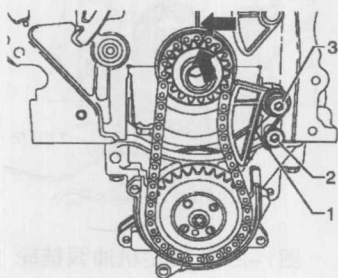

图1-2-11 安装张紧器弹簧
⑤将张紧弹簧1用一把螺钉旋具安装到固定销2上,如图1-2-11所示,用手给链轮3拧上一个新的紧固螺栓。